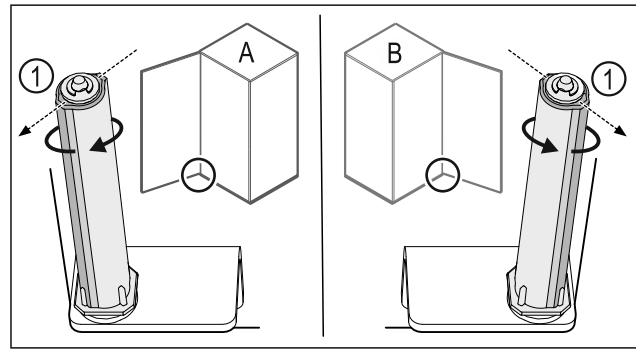

Fig. 43 Μεντεσέδες αριστερά (A) / Μεντεσέδες δεξιά (B)
- ▶ Περιστρέψτε το σύστημα κλεισίματος κόντρα στην αντίσταση, μέχρι ο κορμός του συστήματος κλεισίματος Fig. 43 (1) να είναι στραμμένος προς τα έξω.